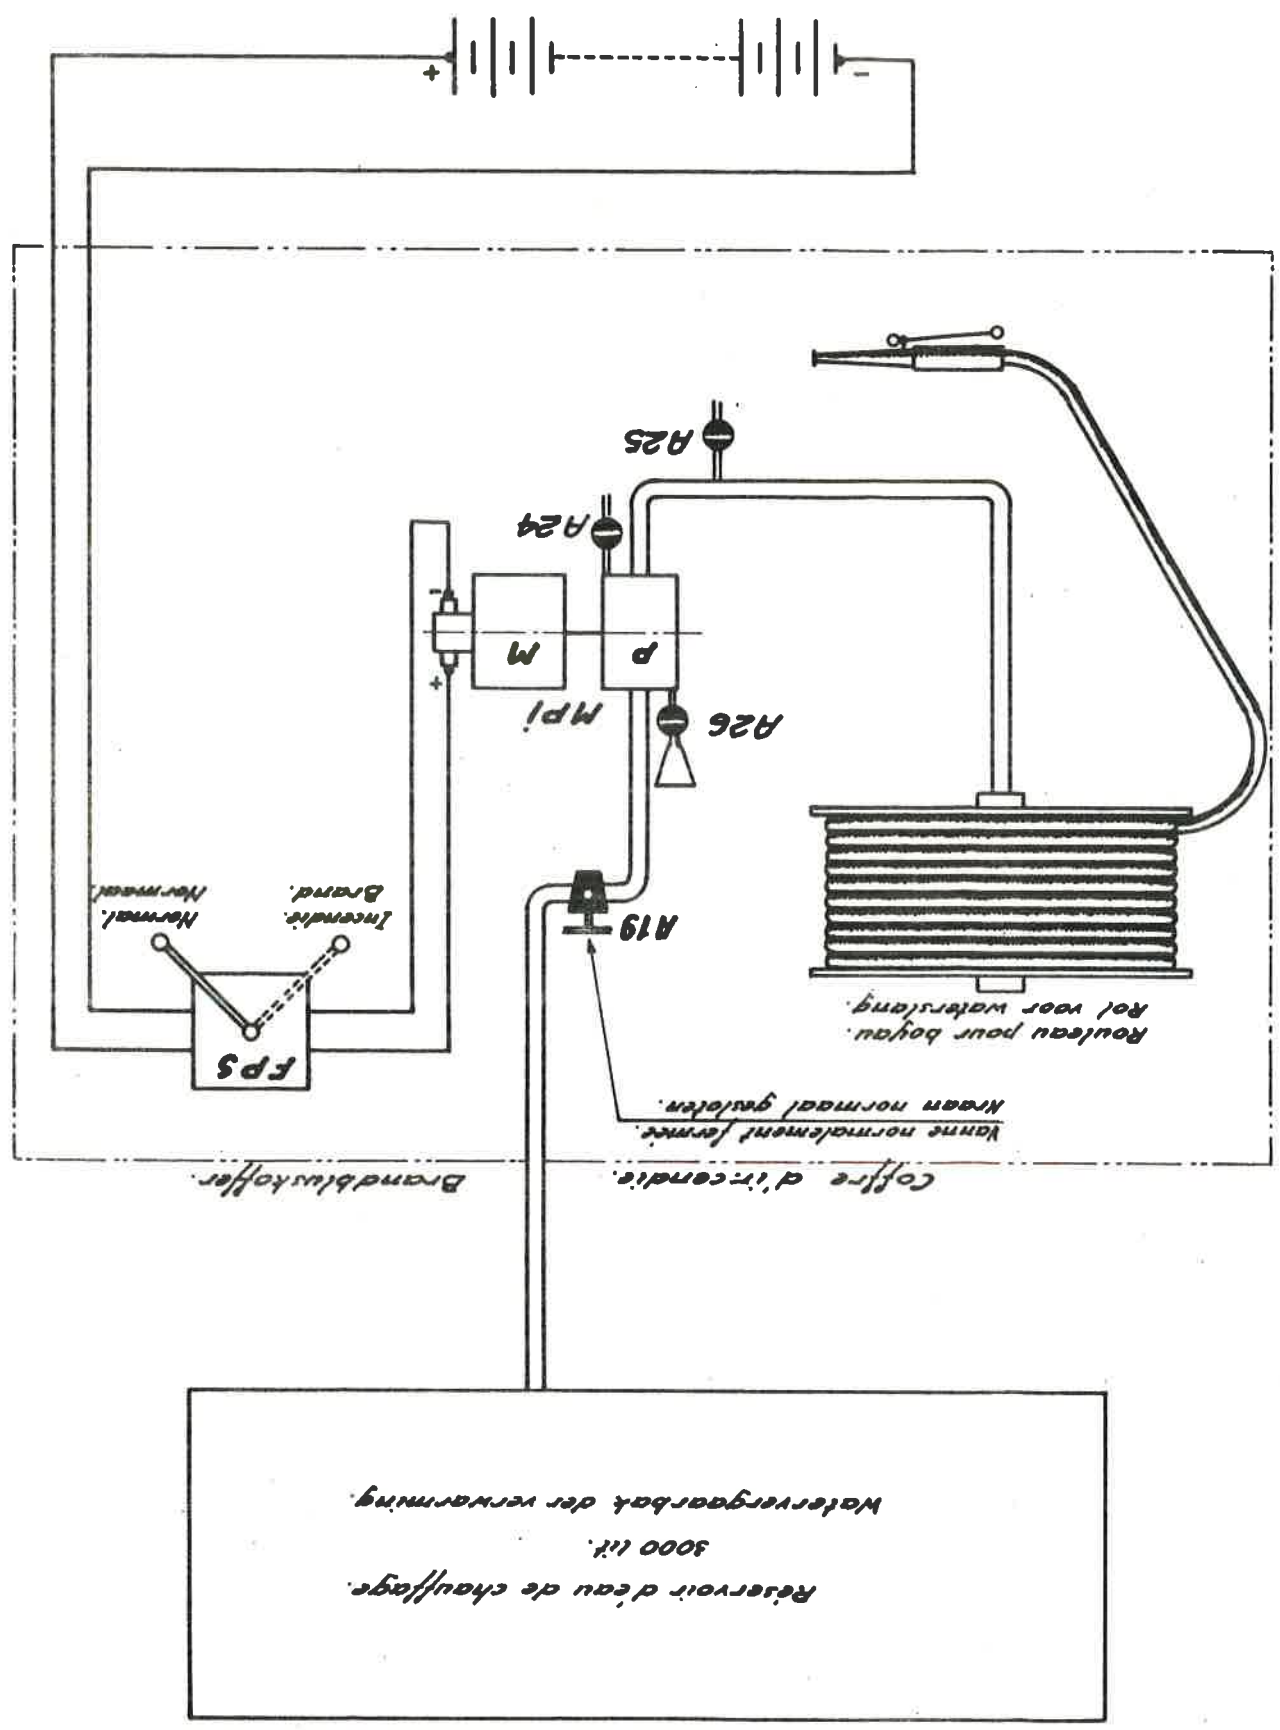

Fig. XII-1.
C. Installation fixe (fig. XII-1).